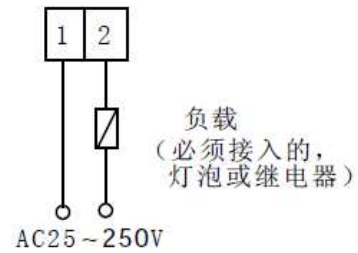

图 3. 交流 25~250V
- 交流 25~250V 供电时两线制的系统连线如图 3 所示。(注意: 必须接负载, 否则将损坏电子模块, 并且负载不能太小, 不能用太灵敏的继电器。)